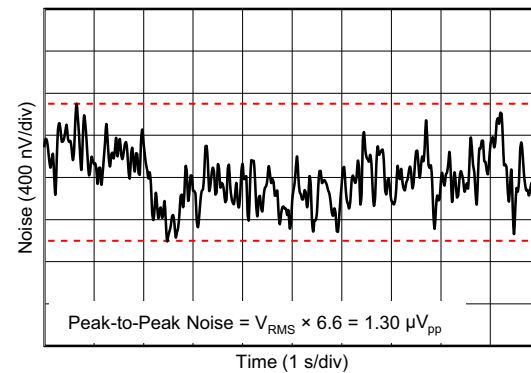

Figure 6-22. 0.1-Hz to 10-Hz Noise
0.1-Hz to 10-Hz Noise	Figure 6-22